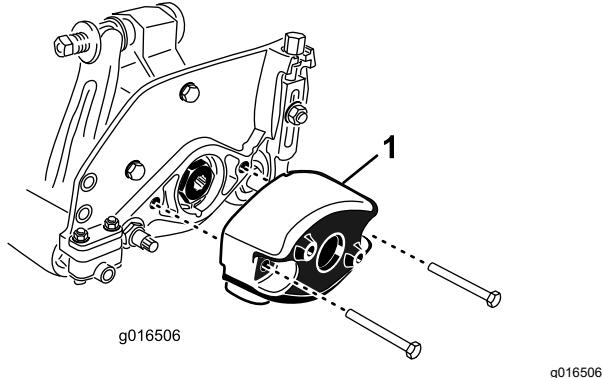

Bild 8
- Nehmen Sie die zwei Schrauben ab, mit denen das Gegengewicht links hinten an der Schneideeinheit befestigt ist. Nehmen Sie das Gegengewicht ab (Bild 8).
5. Schmieren Sie rechts hinten an der Schneideinheit etwas Öl auf den O-Ring und befestigen Sie das Gegengewicht mit den vorher entfernten Schrauben (**Bild 8**). Ziehen Sie die Schrauben auf 16-20 N·m an.